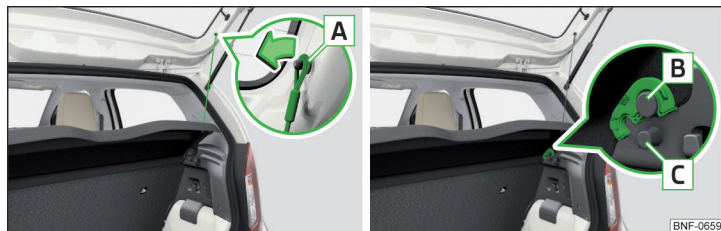

Fig. 78 Desmontar/montar la cubierta del maletero
Si las cintas de sujeción **A** » fig. 78 están enganchadas en la tapa del maletero, entonces al abrir la tapa también se levantará la cubierta del maletero (a continuación, sólo cubierta).
- » Bloquear la cubierta en los soportes **C** » fig. 78.
La cubierta se desprende de los soportes **C** » fig. 78.
- » Sacar en ambos lados de la tapa del depósito las cintas de sujeción **A** en el sentido de la flecha » fig. 78.
- » Colocar la cubierta sobre los soportes **B** » fig. 78 y golpear sobre el área superior de la cubierta para bloquearla en los soportes.